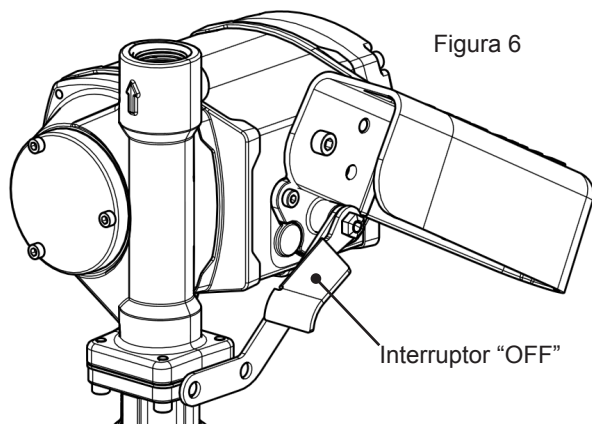

Figura 6
6. Mueva la palanca del interruptor a la posición "OFF" (baja) (Figura 6) para detener el motor.